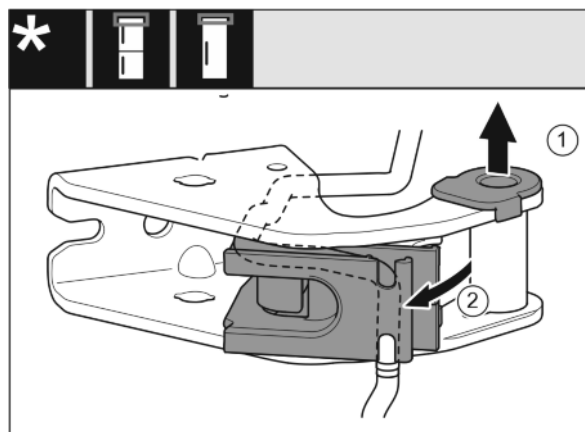

Fig. 21
- Izvucite čahuru ležaja iz vodilice. *Fig. 21 (1)*
- Zakrenite držač kabela prema van. *Fig. 21 (2)*